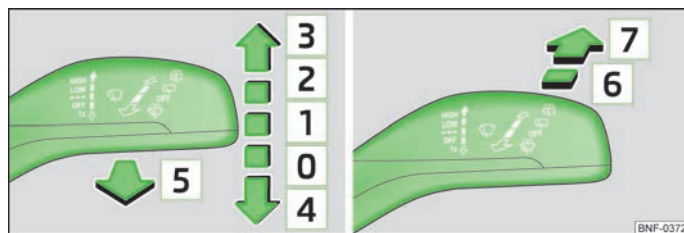

Fig. 29 Betjening af forrudeviskere / Betjening af bagrudevisker
- Hvis du kun vil køre viskerne hen over forruden et kort øjeblik, skal du trykke armen til den fjedrede position 4 » Fig. 29.
- Tryk armen opad til positionen 1 » Fig. 29.
- Tryk armen opad til positionen 2 » Fig. 29.
- Tryk armen opad til positionen 3 » Fig. 29.
- Træk armen mod rattet til den fjedrede position 5 » Fig. 29. Sprinkleranlægget og viskerne arbejder.
- Tryk armen væk fra rattet til positionen 6 » Fig. 29. Viskeren kører hvert 6. sek.
- Tryk armen væk fra rattet til den fjedrede position 7 » Fig. 29. Viskeren og sprinkleranlægget arbejder.
- › Flyt armen tilbage til grundposition **[0]** » Fig. 29.
- › Tryk viskerarmen til position **[4]** » Fig. 29. Viskerarmene kører til serviceposition.
- › Tilslut tændingen, og tryk betjeningsarmen til viskerne til position **[4]** » Fig. 29. Viskerarmene kører til grundposition.